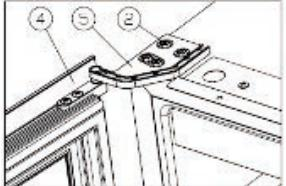

Figura 6
- Vire a porta a ④ 180 graus e introduza a dobradiça inferior direita ⑤, aperte bem os 16 parafusos M5\* ②. [Figura 6] A inversão da porta está concluída.